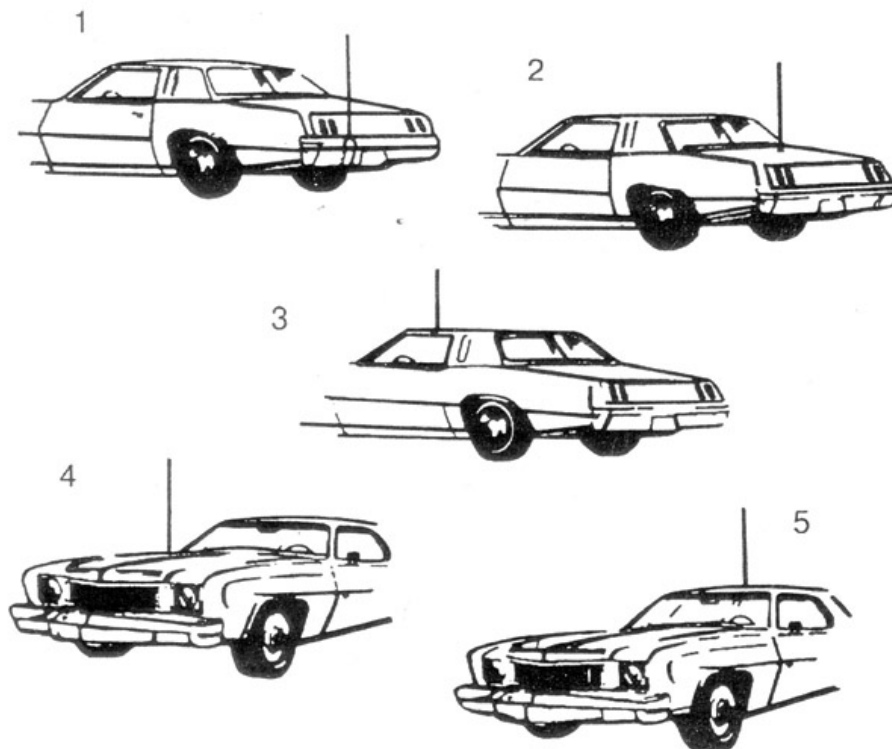

Рис. 4. Типичные места установки автомобильных антенн.
В общем случае имеются два типа антенн для мобильных Си-Би радиостанций - полноразмерный штырь длиной $1/4$ волны (2,75 м) и укороченная согласованная штыревая антенна (от 0,5 до 1,9 м). Из-за большой длины полноразмерных антенн на автомобилях применяются, в основном, укороченные антенны длиной не менее 1,2 м, в различных конструктивных исполнениях с креплением через отверстие в крыше, на кронштейне за отбортовку водостока или на магнитном основании (см. рис. 4).
На рис. 4 показаны пять типичных мест установки автомобильной антенны: (1) задний бампер, (2) задняя крышка багажника, (3) отбортовка для стока воды, (4) капот, (5) крыша.